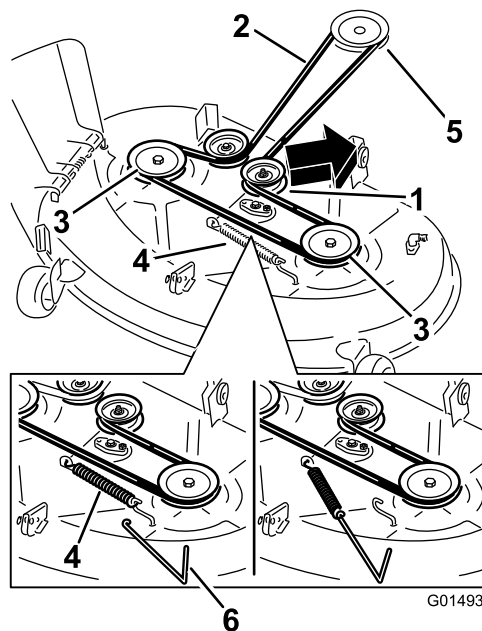
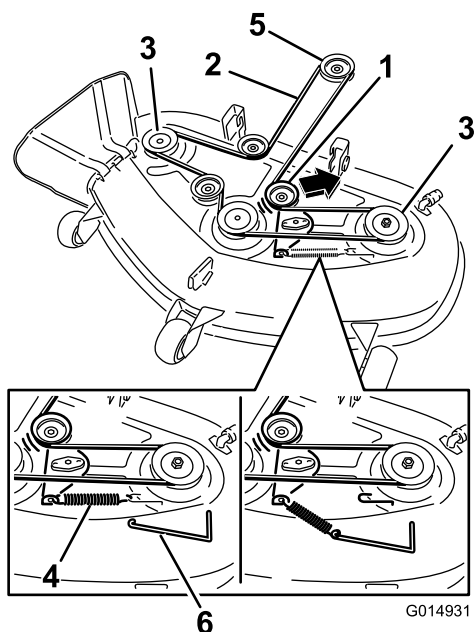

Figure 72
Figure 73
6. À l'aide d'un outil de dépose de ressort (réf. Toro 92-5771), décrochez le ressort du crochet sur le plateau pour détendre la poulie de tension et déchaussez la courroie des poulies (Figure 72 et Figure 73).
7. Acheminez la courroie neuve autour des poulies du moteur et du plateau de coupe (Figure 73).
8. À l'aide d'un outil de dépose de ressort, accrochez le ressort à l'ergot sur le plateau pour tendre la poulie de tension et la courroie de plateau de coupe (Figure 72 et Figure 73).